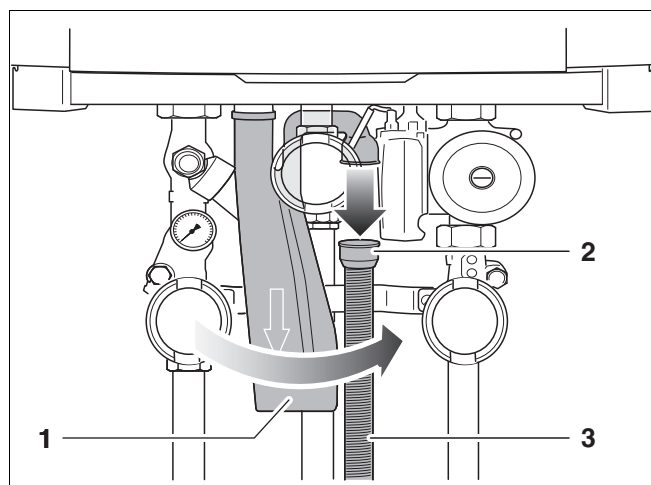

Fig. 112 Desfaceți furtunul ondulat
- Desfaceți furtunul ondulat (fig. 112, poz. 3) cu manșeta de cauciuc (fig. 112, poz. 2) de la sifon (fig. 112, poz. 1).
- Rotiți sifonul cu un sfert de rotație în sensul acelor de ceasornic (fig. 112).